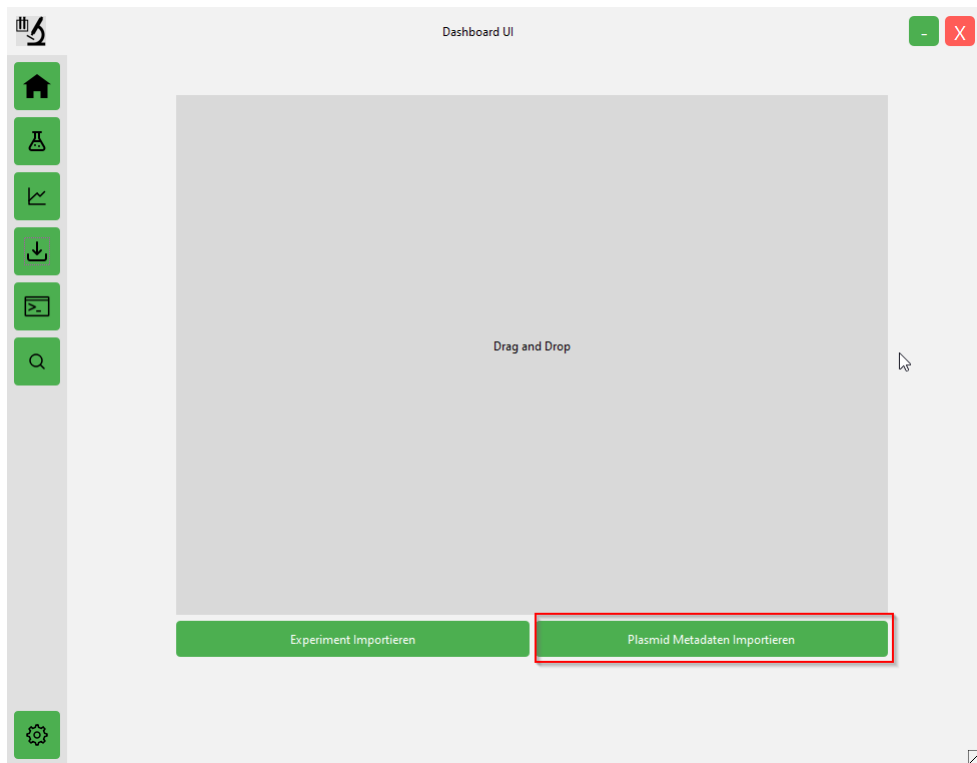

Abbildung 3.2: Import Plasmid Window
3. **Import der Plasmid-Metadaten starten:** Klicken Sie auf die Schaltfläche „Plasmid Metadaten Importieren“, die sich im unteren Bereich des Dashboards befindet. S. Abb. 3.2